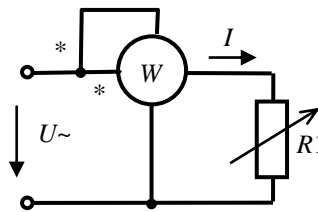

Рис. 4. Схема цепи переменного тока для исследования свойств резистора.
3. Соберите цепь в соответствии с рис.4. Для этого используйте источник переменного напряжения $E2$ модуля «Источники питания», модуль «Измеритель мощности», резистор $R1$ модуля «Резисторы / Активная нагрузка». Тумблер выбора диапазона измерений в модуле «Измеритель мощности» установите в нижнее положение (1В...40В).